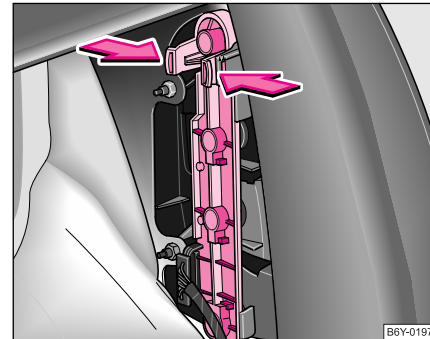

Abb. 175 Glühlampenträger ausbauen
- Befestigungsglaschen im oberen Teil des Glühlampenträgers in Pfeilrichtung drücken und Glühlampenträger herausnehmen ⇒ Abb. 175.